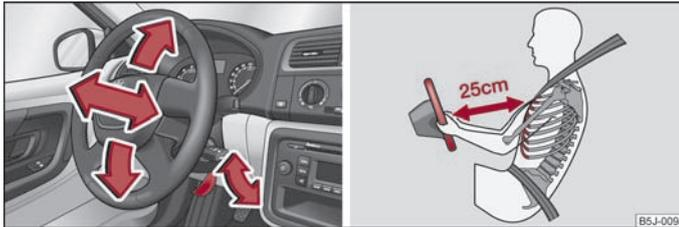

Abb. 77 Verstellbares Lenkrad: Hebel unter der Lenksäule / Sicherer Abstand vom Lenkrad
- Schwenken Sie den Hebel unter dem Lenkrad nach unten ⇒ Abb. 77 - links ⇒ ⚠.
- Der Fahrer muss einen Abstand zum Lenkrad von mindestens 25 cm einhalten ⇒ Abb. 77 - rechts. Wenn Sie den Mindestabstand nicht einhalten, kann Sie das Airbag-System nicht schützen - Lebensgefahr!